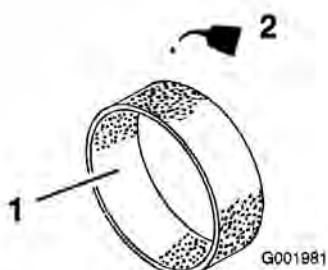

図 42
4. 乾いたら新しいエンジン・オイルを30~60 cc含ませる(図 42)。